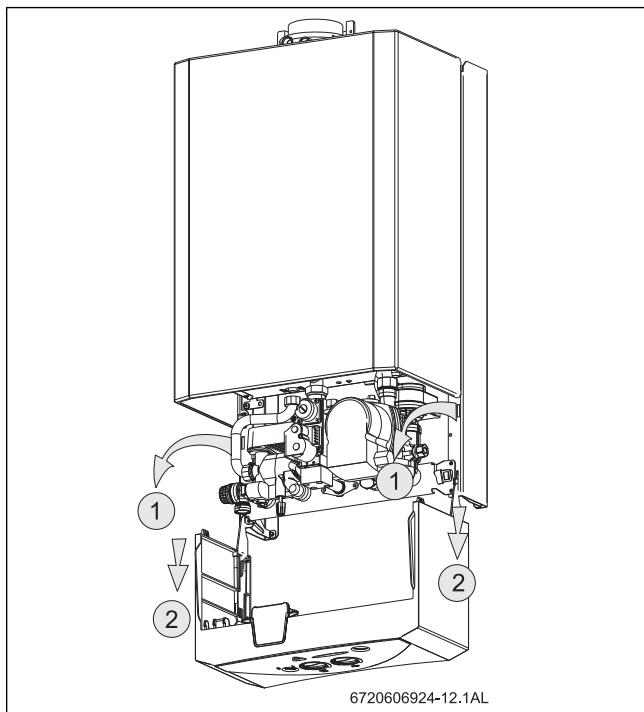

Fig. 8 Posição de serviço para acessibilidade à hidráulica e à electrónica
- ▶ Para retirar completamente o painel de comandos, estando ele posicionado como indicado na Fig. 8 , levante e puxe-o na sua direcção.